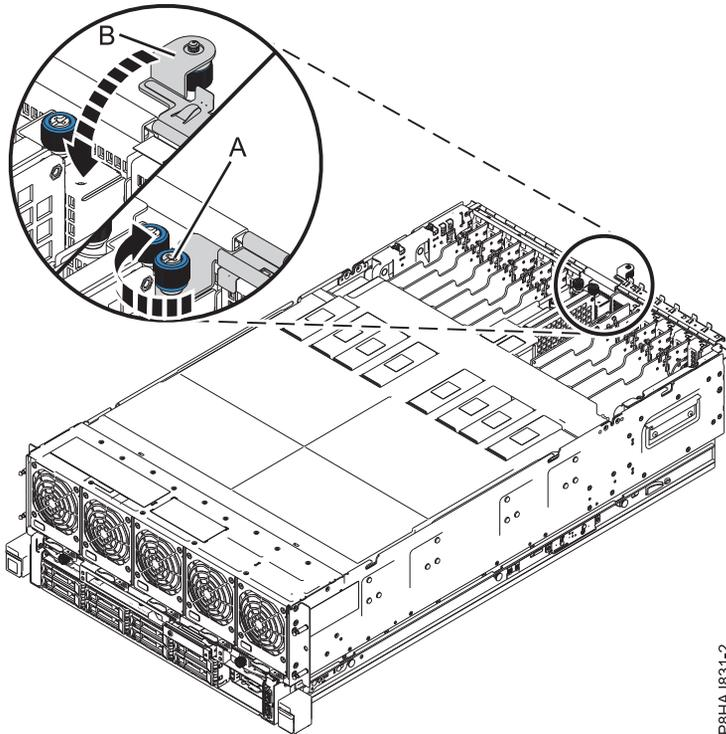

Abbildung 23. E/A-Verriegelung schließen
2. Schließen Sie die Wartungsverriegelung (**B**), indem Sie sie in Richtung Chassis schieben, wie in Abb. 23 auf Seite 52 gezeigt.